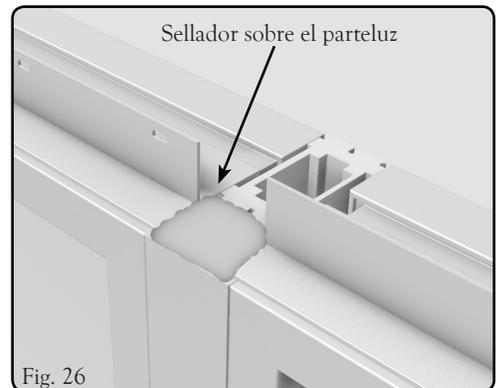

Fig. 26
- Consulte las Fig. 26 y 27. Rellene los extremos abiertos restantes del parteluz con sellador (Fig. 26). Aplique sellador a cada extremo de la tapa del parteluz y enganche la tapa del parteluz en el bastidor centrado sobre el parteluz como se muestra en la Fig. 27.